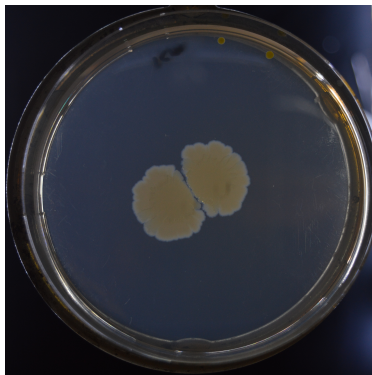

Figure 2: Visualisation de la compétition
- 2 familles de bactéries, on voit bien leur délimitation ainsi que le front de surfactant, voir Fig. 2